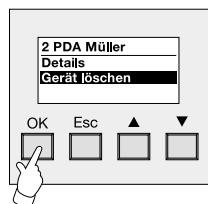

Bild 6:
5. Es wird ein gesondertes Gerätemenü sichtbar (vgl. Bild 6). Es ist mit den Pfeiltasten (Δ / ∇) der Eintrag 'Gerät löschen' anzuwählen und mit der Taste "OK" zu bestätigen.